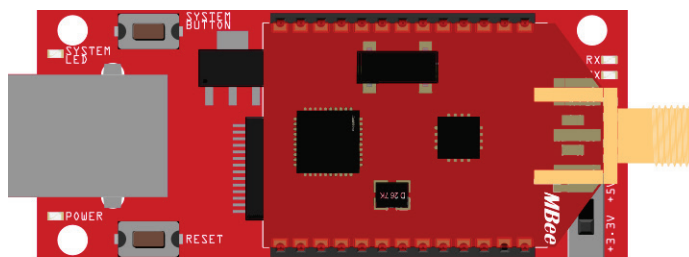

Рисунок 1
1. Устанавливаем модуль MBee на плату MB-USBridge, в соответствии с Рисунок 1.